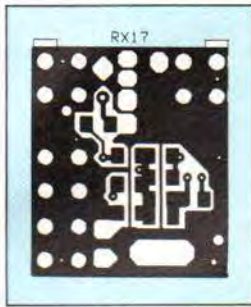

Fig. 2. - Circuit imprimé récepteur, recto (éch. 1/1).
1. Les circuits imprimés (fig. 2 à 5)